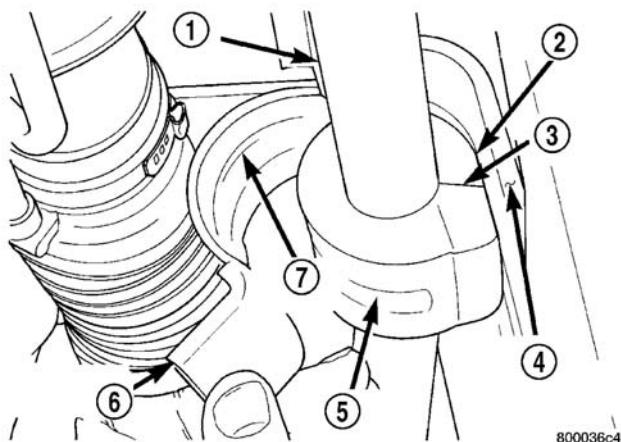

图 36 稳定杆衬套止动件的安装
(2) 将稳定杆置于前悬架托架上，使稳定杆衬套对准悬架托架的凹陷处。将稳定杆衬套止动件安装到横梁上，止动件上的突起边缘与衬套中的切口对齐（图 36）。此时不要紧固稳定杆衬套止动螺栓。